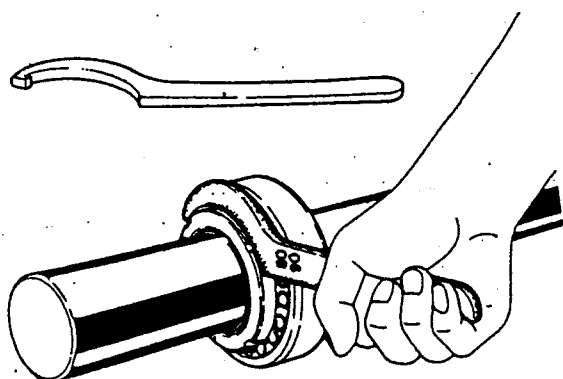

図 10
- (6) ナットを締め付けるときは図10に示すようなスパナを用いるとよい。